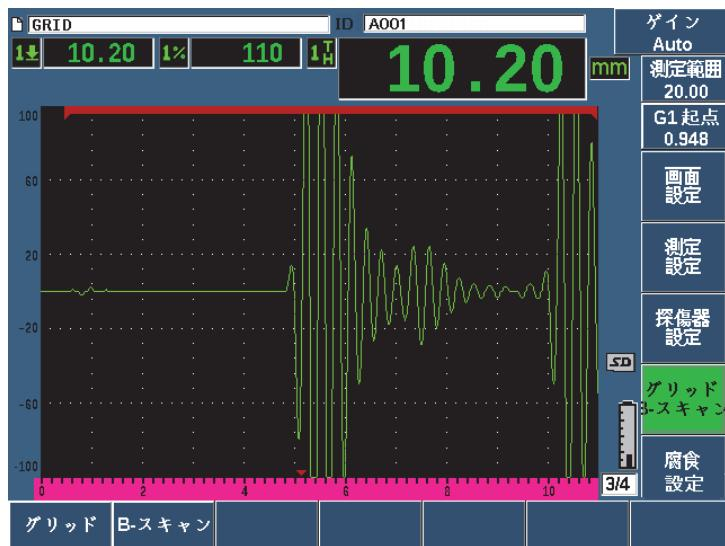

図 11-44 B-スキャンメニュー項目
1. 303 ページの図 11-44 に示すように **B- スキャン**メニュー項目（グループ 3/4）に移動します。